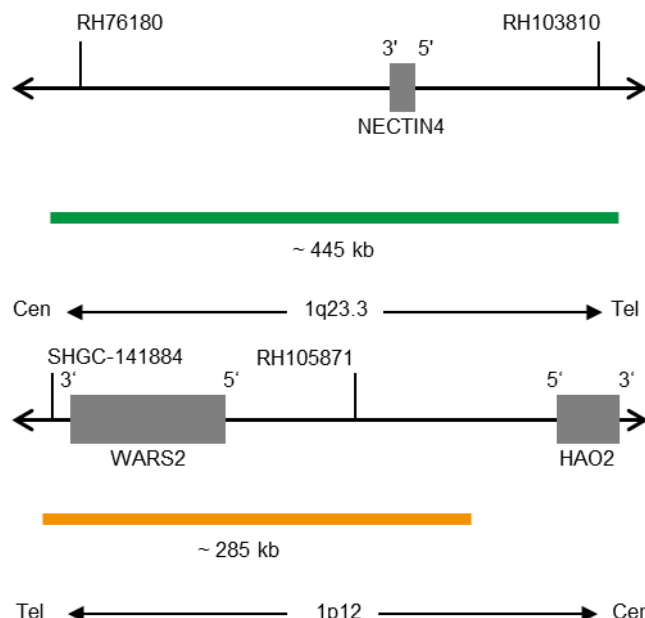

Fig. 1 : En haut : carte des sondes SPEC NECTIN4, en bas : Carte des sondes SPEC 1p12 (pas à l'échelle)
- Polynucléotides marqués au ZyGreen (excitation 503 nm/émission 528 nm) (~10,0 ng/μl), qui ciblent des séquences cartographiées en 1q23.3* (Chr1:160,773,463-161,218,427) hébergeant la région du gène NECTIN4 (voir figure 1).
- Polynucléotides marqués au ZyOrange (excitation 547 nm/émission 572 nm) (~4,5 ng/μl), qui ciblent une séquence de 1p12* (Chr1:119,537,102-119,823,147) (voir figure 1).